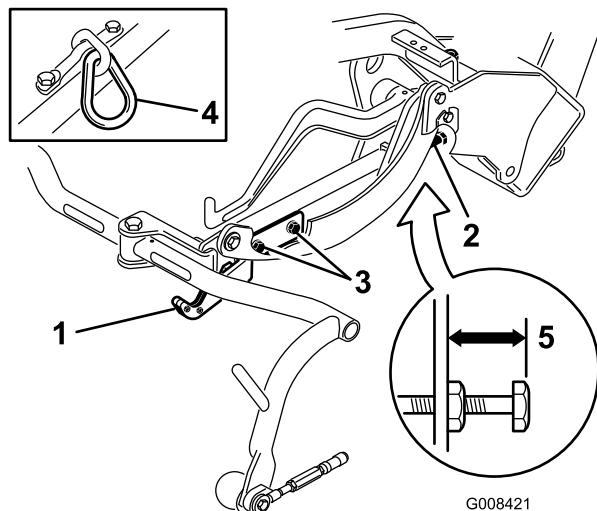
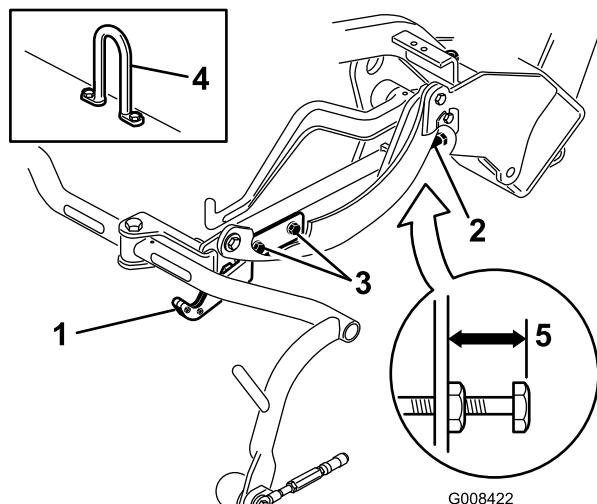
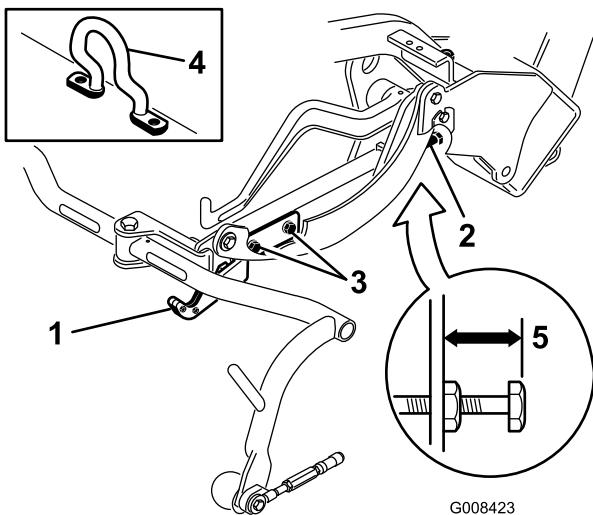

Figure 19
Figure 20
Figure 21
Vérifiez la hauteur de transport (Figure 19 et Figure 20) et ajustez-la au besoin.
2. Sur les plateaux de coupe équipés d'un maillon de chaîne ou d'un crochet de levage droit (Figure 19 et Figure 20, détails), vérifiez qu'un espace de 22 mm existe entre le haut de la vis de réglage du bâti porteur et l'arrière du bâti porteur. Si l'espace n'est pas correct (22 mm), passez à l'étape 4. Si le plateau de coupe est équipé d'un crochet de levage décentré (Figure 21), passez à l'étape suivante.
3. Sur les plateaux de coupe équipés d'un crochet de levage décentré (Figure 21, détails), vérifiez qu'un espace de 25 mm existe entre le haut de la vis de réglage du bâti porteur et l'arrière du bâti porteur. Si l'espace n'est pas correct, passez à l'étape 4.